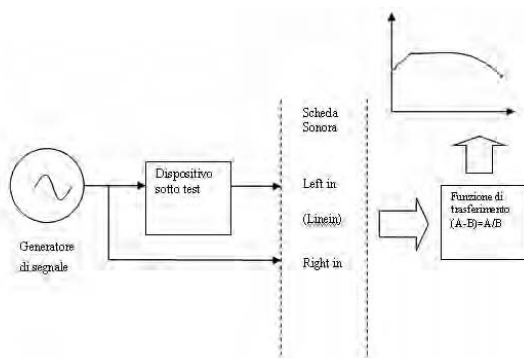

Figura 1 Schema di principio
esempio il rumore rosa o marrone). Anche se, nella realtà, non esiste un rumore perfettamente bianco, per le inevitabili caratteristiche fisiche del mondo reale. In questa sede considereremo come rumore bianco un segnale che copra uniformemente tutto lo spettro del nostro "universo", che in questo caso è il campo delle frequenze audio, ossia compreso tra i 20 Hz ed i 20.000 Hz. Useremo lo schema pratico di principio indicato nella figura 1; in questo schema si è identificato un arbitrario "generatore di segnale" come generatore del segnale in ingresso (rumore bianco) ma in effetti quello che si può tranquillamente utilizzare (ed è effettivamente utilizzato) è quello interno a Visual Analyser, opportunamente configurato come indicato nel seguito.
Il generatore di funzioni è stato impostato nella modalità "loop", selezionando la forma d'onda "white noise"; le ampiezze relative del segnale generato sono state poste al valore 30%; è stato usato lo schema di principio di figura 1, collegando direttamente i cavi senza nessun resistore di attenuazione e senza diodi di protezione. In particolare è stato usato il canale sinistro per monitorare il segnale in ingresso (A), ed il destro per il segnale d'uscita (B).